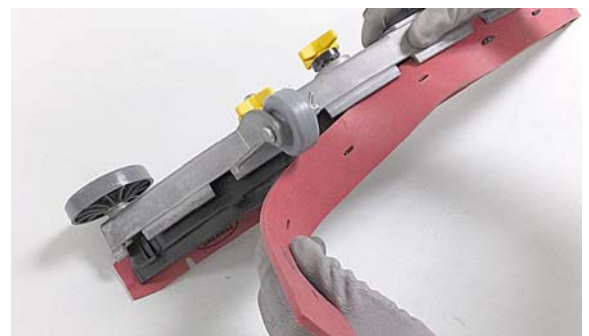

РИС. 123
3. Извлеките изношенное лезвие (лезвия) из фиксатора (Рисунок 123).